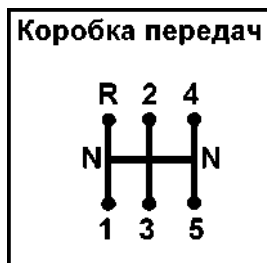

Рис. 3.5. Положения рычага коробки переключения передач:
**8 - рычаг переключения передач.** (Положения рычага указаны на рукоятке рычага переключения передач и на рис. 3.5);